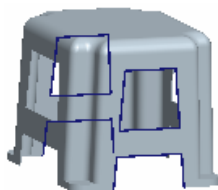

图 5.38.78 拉伸 4
Step10. 创建图 5.38.78 所示的拉伸特征 4。在操控板中单击“拉伸”按钮 **拉伸**。在操控板中按下“移除材料”按钮 **移除材料**。选取 RIGHT 基准平面为草绘平面，选取 TOP 基准平面为参考平面，方向为 **右**；单击 **草绘** 按钮，绘制图 5.38.79 所示的截面草图，单击操控板中的 **选项**